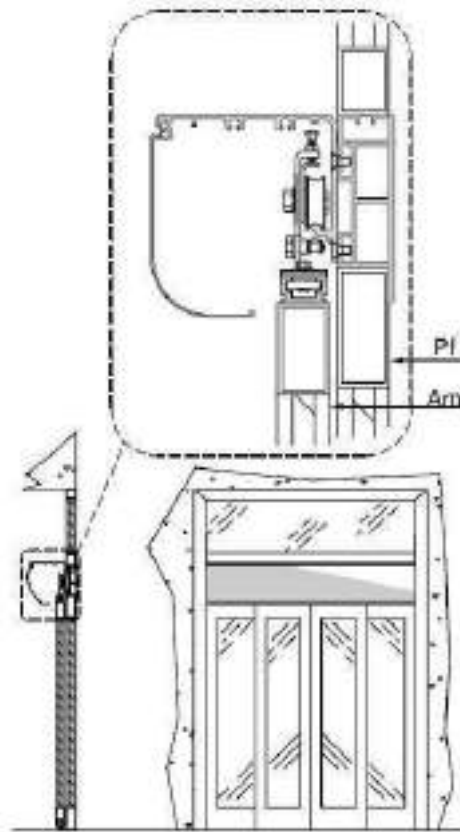

рис. 6
6.3. Туннельный монтаж (в проем) (с или без профиля NTS, рис. 6)